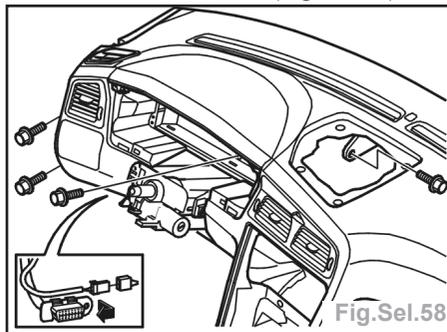

Fig.Sel.58
- les 3 vis de fixation de la planche de bord côté conducteur (Fig.Sel.58),